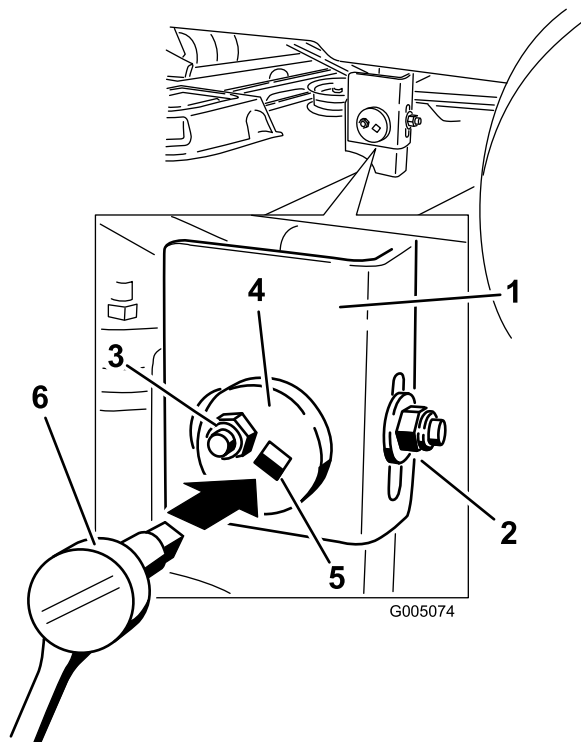

Figure 50
- Passez au côté gauche de la machine. Desserrez sans le retirer, l'écrou de blocage arrière sur le support (Figure 50).
- Desserrez l'écrou de blocage latéral sur le support jusqu'à ce qu'il soit possible d'ajuster la plaque excentrique (Figure 50). Utilisez une clé à douille munie d'une rallonge de 3/8 pouce pour manipuler la plaque excentrique. Utilisez la clé pour repositionner le tablier de coupe à la hauteur voulue.
8. Arrêtez le tablier de coupe et vérifiez sa hauteur, puis serrez l'écrou de blocage latéral sur le support pour fixer cette nouvelle position (Figure 50). Serrez l'écrou de blocage arrière sur le support.